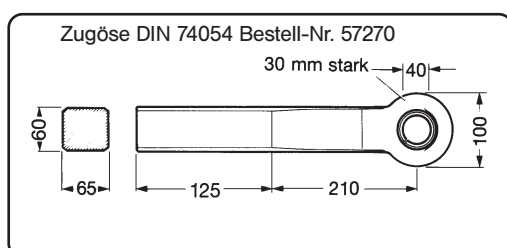

Abb. 3
- DIN 74054 (40 mm, z. B. ROCKINGER-Zugöse 57270), s. Abb. 3